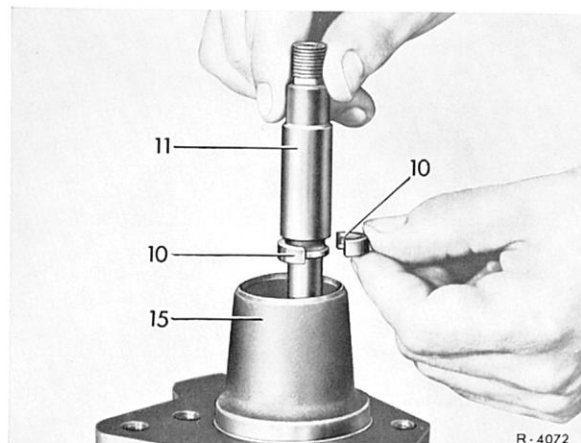

Bild 46–22/13
4 Beide Schalenhälften (10) auf die Antriebswelle (11) auflegen, danach Antriebswelle in den Gehäusedeckel (15) einpressen (Bild 46–22/13).